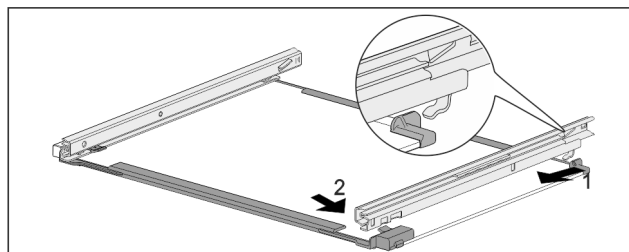

Fig. 82 Скляна пластина з рейками
- ▶ Зачепити рейку ззаду. Fig. 82 (1)
- ▶ Зафіксуйте рейку спереду. Fig. 82 (2)